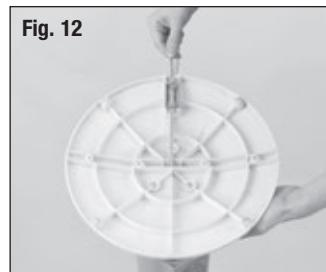

Fig. 12
- Insérer le cordon d'alimentation dans la rainure sous la base. Tirer doucement sur le cordon d'alimentation pour qu'il soit tendu et l'insérer solidement dans la rainure de fixation (Fig. 12).